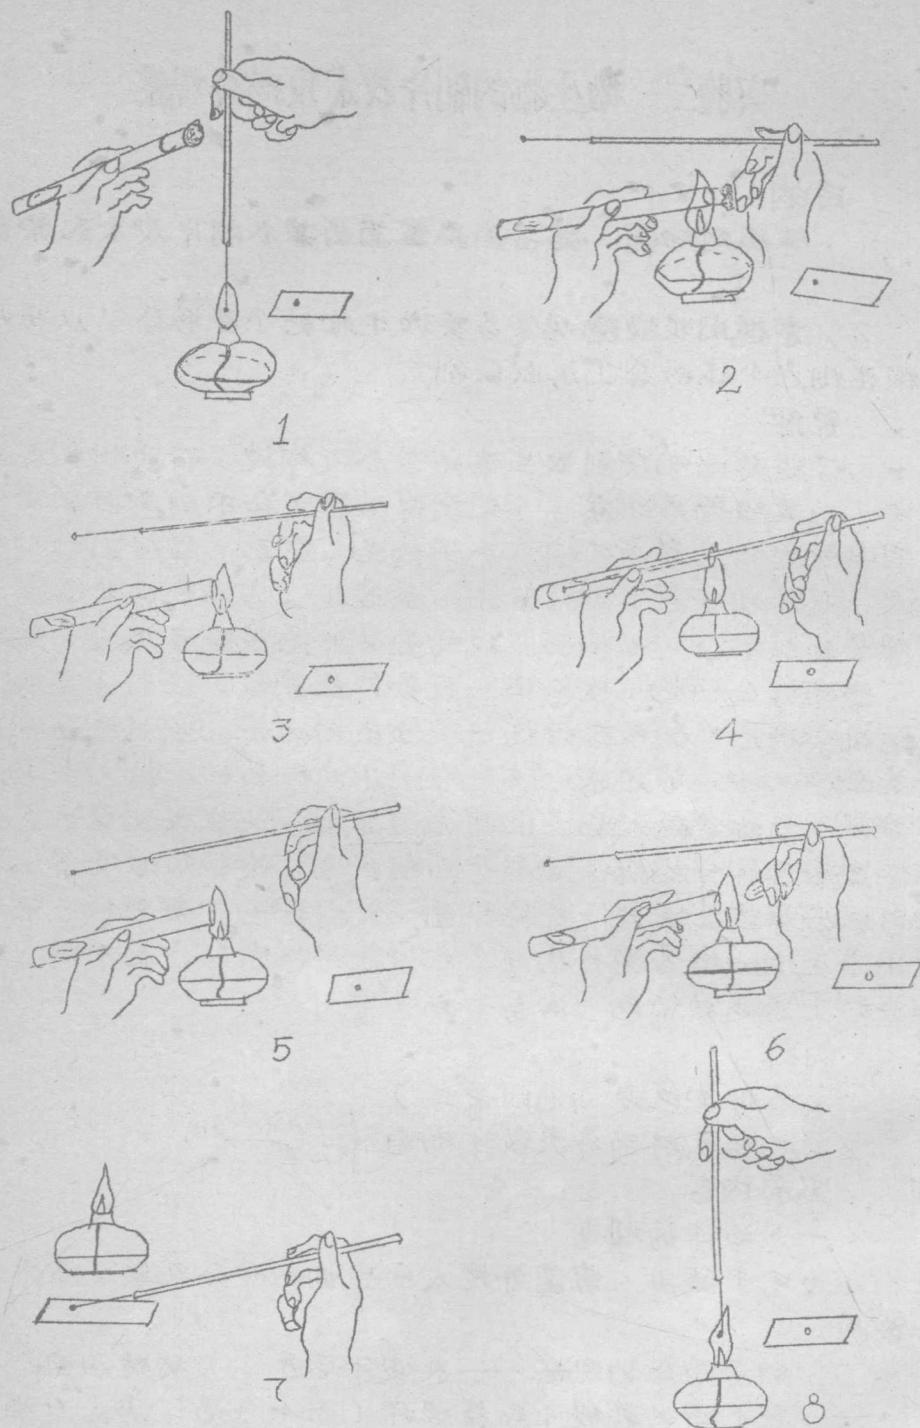

图3 细菌染色标本涂片操作的过程
(2) 取酵母培养液试管轻轻振匀，按图3所示的涂片操作过程，用无菌操作挑取1~2环菌液置于载片水滴中，和匀；